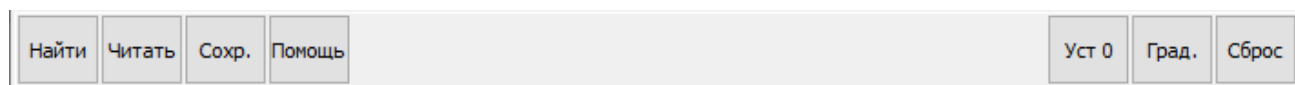
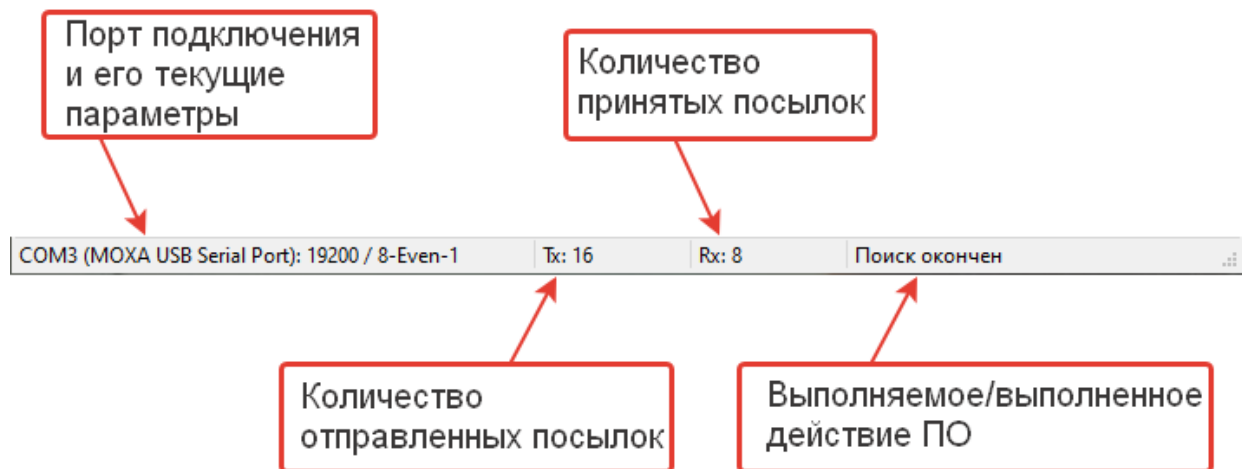

Рисунок 2 – Командное поле ПО «IGM Tool»
Рисунок 9 – Строка состояния
- 1) В командном поле, нажать кнопку «Найти» (рисунок 2), после чего начнется опрос адресов. Информация об опросе будет отображаться в строке состояния (рисунок 9);